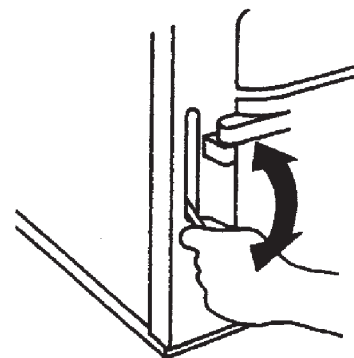
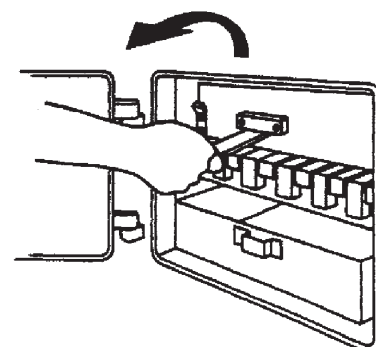

Fig. 12
Fig. 14
- Décendrez (Figure 12) et enlevez le combustible non brûlé de la grille (enlevez la porte à mâchefer au-dessus de la grille) (Figure 14), raclez le combustible pour le déposer dans le bac à cendres et remettez en place la porte à mâchefer.
- Décendrez (Figure 12) et enlevez la porte à mâchefer (Figure 14). Insérez l'allume-gaz plat de type baïonnette au-dessus des barreaux de la grille.
Enlevez la porte à mâchefer (Voir la Figure 14) et insérez un tisonnier à bout incurvé pour éliminer toute accumulation indésirable. Remettez en place la porte à mâchefer.